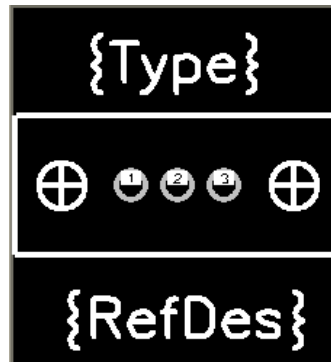

Рисунок 2.35 - Корпус коннектора
2. Создадим корпус коннектора (рис. 2.35).